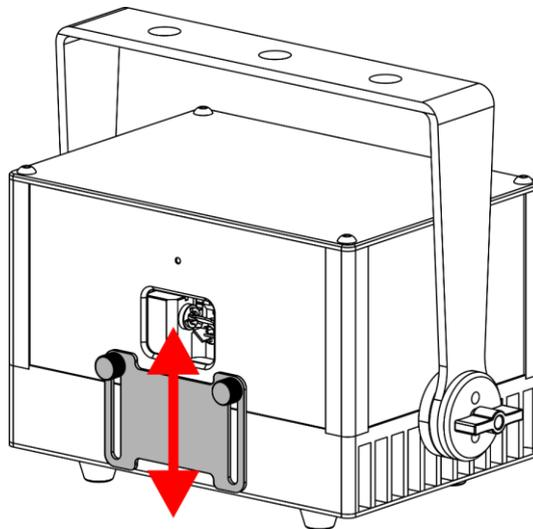

Abb. 13
- 01) Drehen Sie die beiden **Einstellschrauben für die Blendenabdeckung (05)** gegen den Uhrzeigersinn, um sie zu lösen.
- 02) Schieben Sie die **Blendenabdeckung (04)** nach oben oder unten (siehe Abb. 13).
- 03) Drehen Sie die beiden **Einstellschrauben für die Blendenabdeckung (05)** im Uhrzeigersinn wieder fest. Achten Sie darauf, sie nicht zu fest zu ziehen.